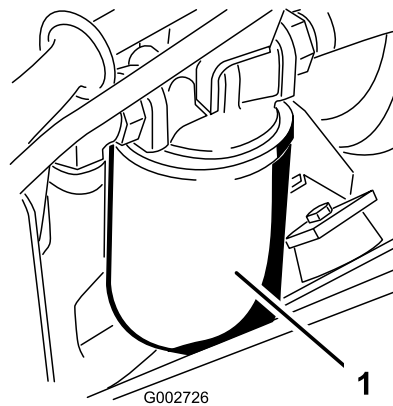

图42
3. 在位于机器左侧的液压油滤芯下方放置一个放油盘（图42）。